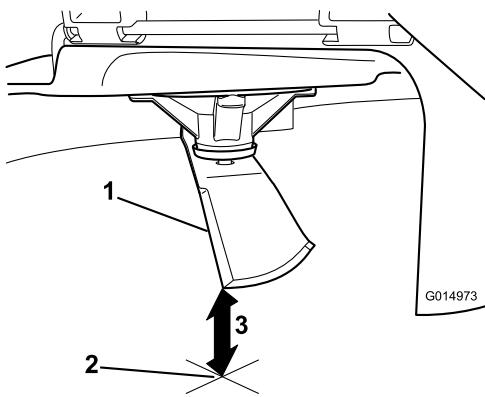

Figura 94
- Mida desde la punta de la cuchilla hasta la superficie plana (Figura 94).